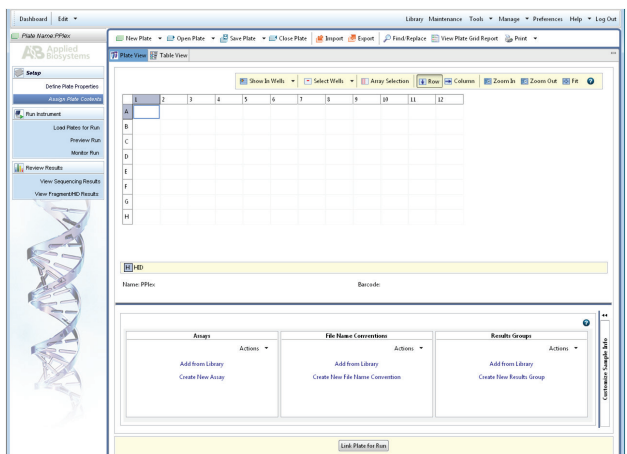

图10 进样板属性的命名
10. 选择“Assign Plate Contents”（见图10）。